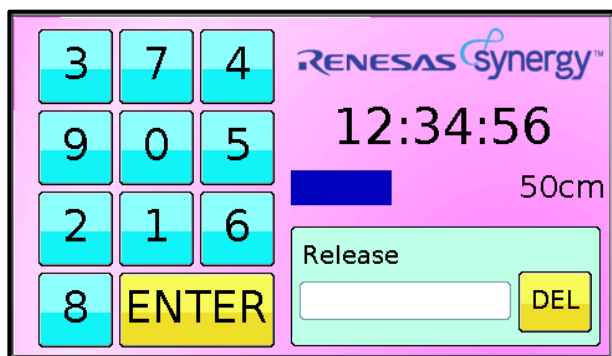
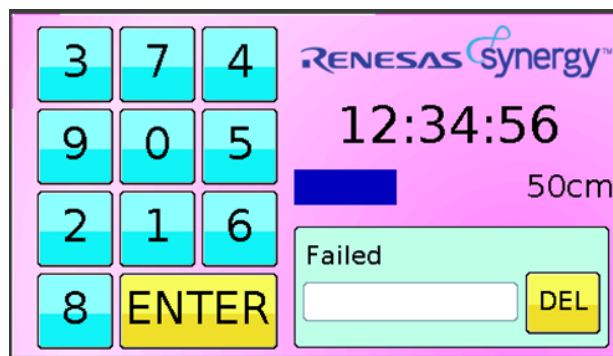

図 2-6 解錠成功画面
図 2-7 解錠失敗画面
- 正しいパスコードを入力し、Enter を押した場合、LCD にドアの解錠に成功したことを示すメッセージを表示し (図 2-6)、その後 LCD を消灯する。また、間違ったパスコードを入力した場合、LCD にドアの解錠に失敗したことを示すメッセージを表示し (図 2-7)、その後 LCD を消灯する。